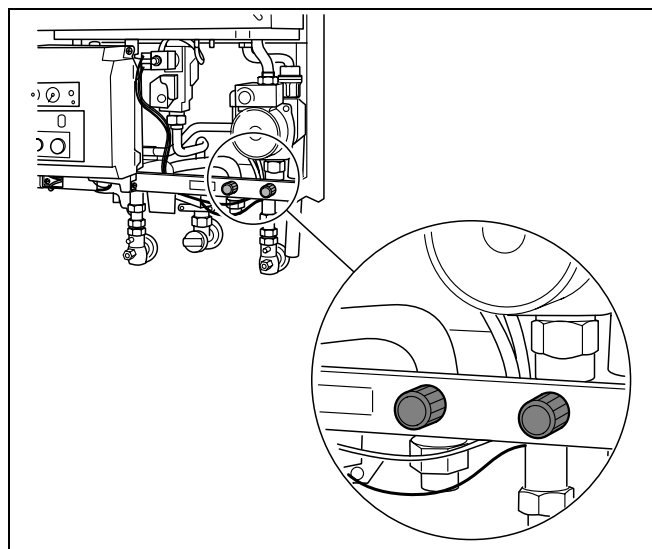

fig. 15 Robinets du disconnecteur
- Ouvrir les deux robinets du disconnecteur (fig. 15).